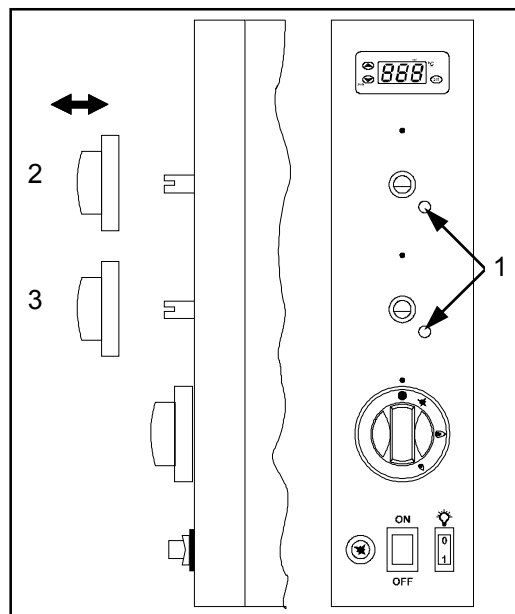

ABB.10 (MindestEinstellung Brenner Boden und Decke)
Für den Betrieb mit Flüssiggas (G30 - G31) ist das Minimum fest und die Schraube (ABB.10-Ref.1) bleibt fest angeschraubt; für den Betrieb mit anderen Gasarten kann das Minimum wie folgt eingestellt werden:
- Den jeweiligen Drehknopf des Brenners per Hand von der Steuertafel abziehen (ABB.10-Ref.2/3);
- Schraube (ABB.10-Ref.1) mit 2/3 Drehungen aufschrauben und Drehknopf wieder einfügen;
- Drehknopf wieder abziehen und die Schraube (ABB.10-Ref.1) solange anschrauben, bis die Flamme gleichmäßig eingeschaltet bleibt und zu sehen ist;